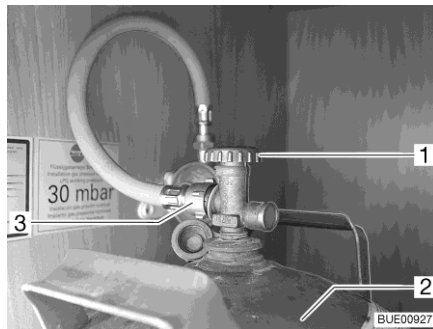

Fig. 177 Caja para bombonas de gas
- Cerrar la llave de paso principal (Fig. 177,1) de la bombona de gas (Fig. 177,2). Observar el sentido de la flecha.
- Desenroscar la goma del gas (Fig. 177,3) de la bombona de gas.